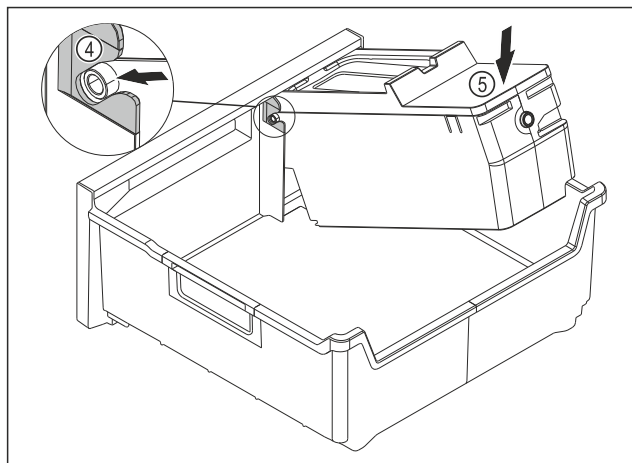

Fig. 82
- Montaż korpusu EasyTwist-Ice: Wsunąć osie korpusu EasyTwist-Ice w prowadnicę Fig. 82 (4).
- Docisnąć korpus EasyTwist-Ice Fig. 82 (5) z tyłu do dołu.